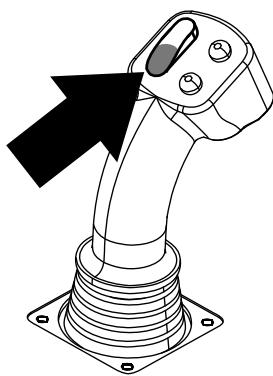

Bild 9
3. Halten Sie den unteren Teil des Kippschalters (Bild 9), bis die folgenden drei Dinge auftreten (Bild 10):